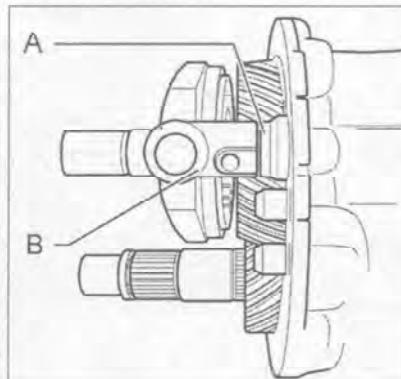

Рис. 7.220. Установите шайбу (А) в пространство между поводком вилки включения 5-й передачи (В) и корпусом подшипников.
86. Установите шайбу (А) в пространство между поводком вилки включения 5-й передачи (В) и корпусом подшипников (рис. 7.220). Большой диаметр направлен в сторону корпуса подшипников.